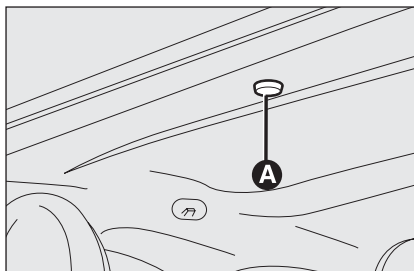

fig. 45
- ☐ quitar el tapón de protección **A-fig. 45** ubicado en el revestimiento interior, en la parte posterior del parasol;